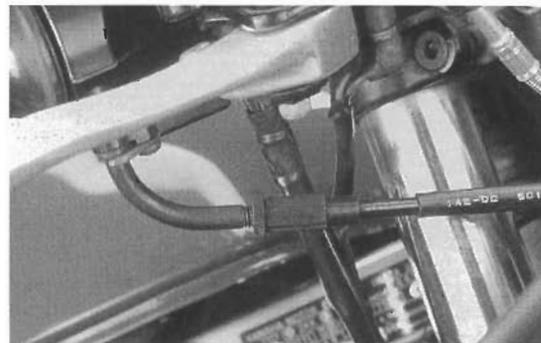

Bild 31
- Seilzugspiel am Einsteller (Bild 31) nach Lösen der Gegenmutter so einstellen, dass sich am Drehgriffumfang ein Leerweg von 3 – 5 mm ergibt.